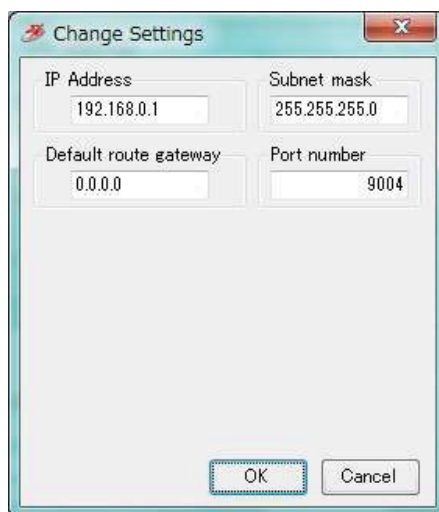

图3-7:LAN设置
⑤ 根据PC条件在图3-7 LAN设置中设置IP地址后，单击OK。